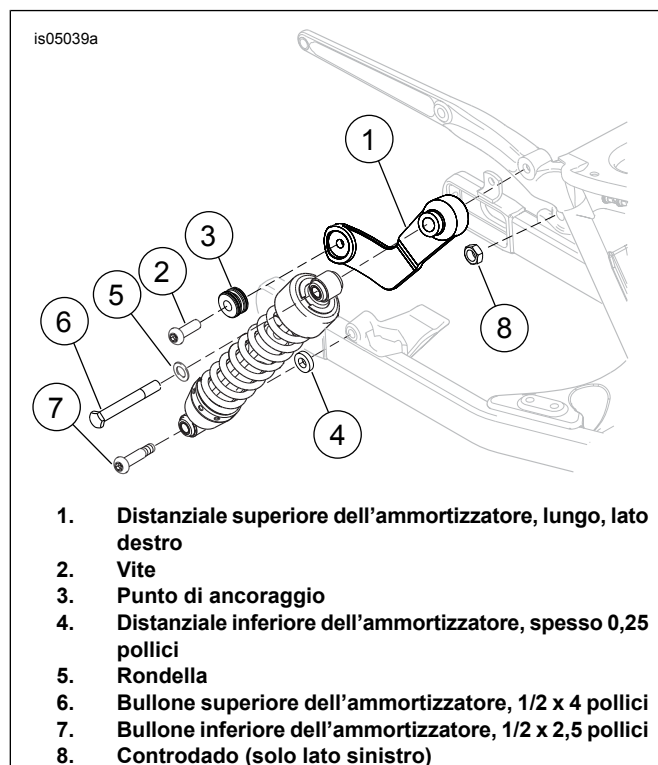

Figura 3. Installazione dell'ammortizzatore (modelli 2006-2007)
1. Vedere Figura 3. Montare la vite (2) e il punto di ancoraggio (3) su ciascun distanziale superiore dell'ammortizzatore (1) come mostrato. Serrare ad una coppia di 28–37 N·m (21–27 ft-lbs).